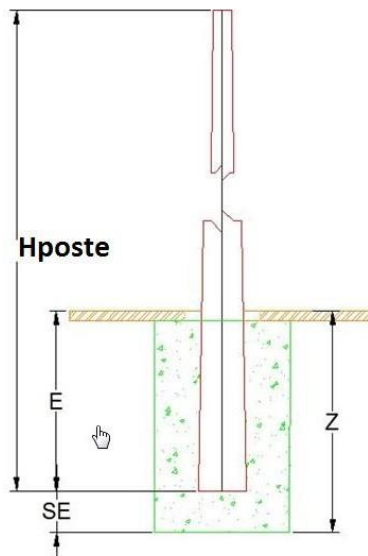

Fig. 3.1.2
- La Altura de Empotramiento (E) a considerar para el cálculo mecánico de la estructura (ver Fig. 3.1.2).